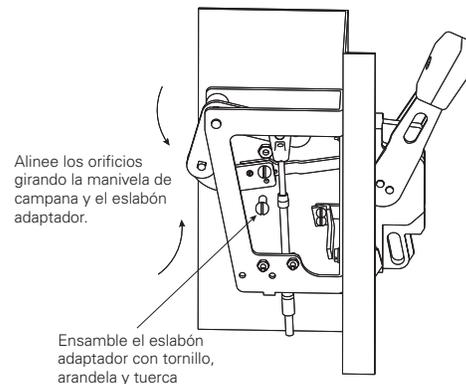

Fig. 2-4. Ensamble de eslabón adaptador para eslabón actuador
- Paso 5.** Gire la manivela de campana hacia la manija y ponga la manija en la posición ON. Alinee el eslabón del adaptador y fíjelo al eslabón del actuador con el tornillo de cabeza plana y la tuerca, 1/4-20. Vea la Fig. 2-4.